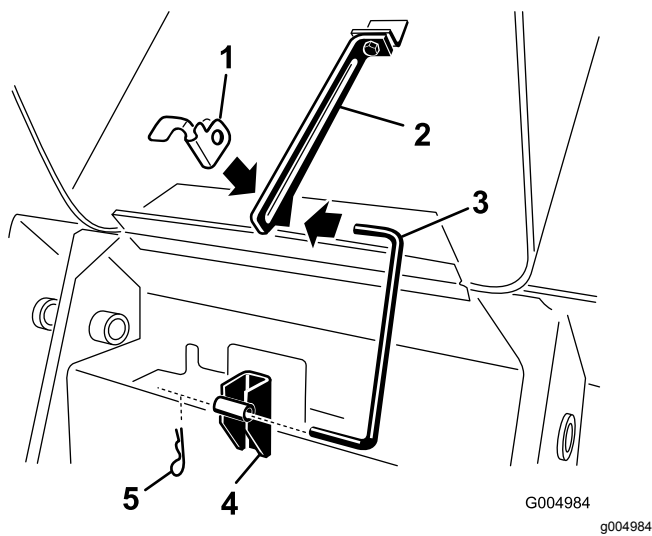

Рисунок 41
4. Вытащите шпильку из нижнего конца подпорной штанги капота, и освободите подпорную штангу от упорных кронштейнов и лапки подпорной штанги (Рисунок 41).
- Вставьте подпорную штангу в упорные кронштейны и лапку подпорной штанги и закрепите игольчатым шплинтом (Рисунок 41).